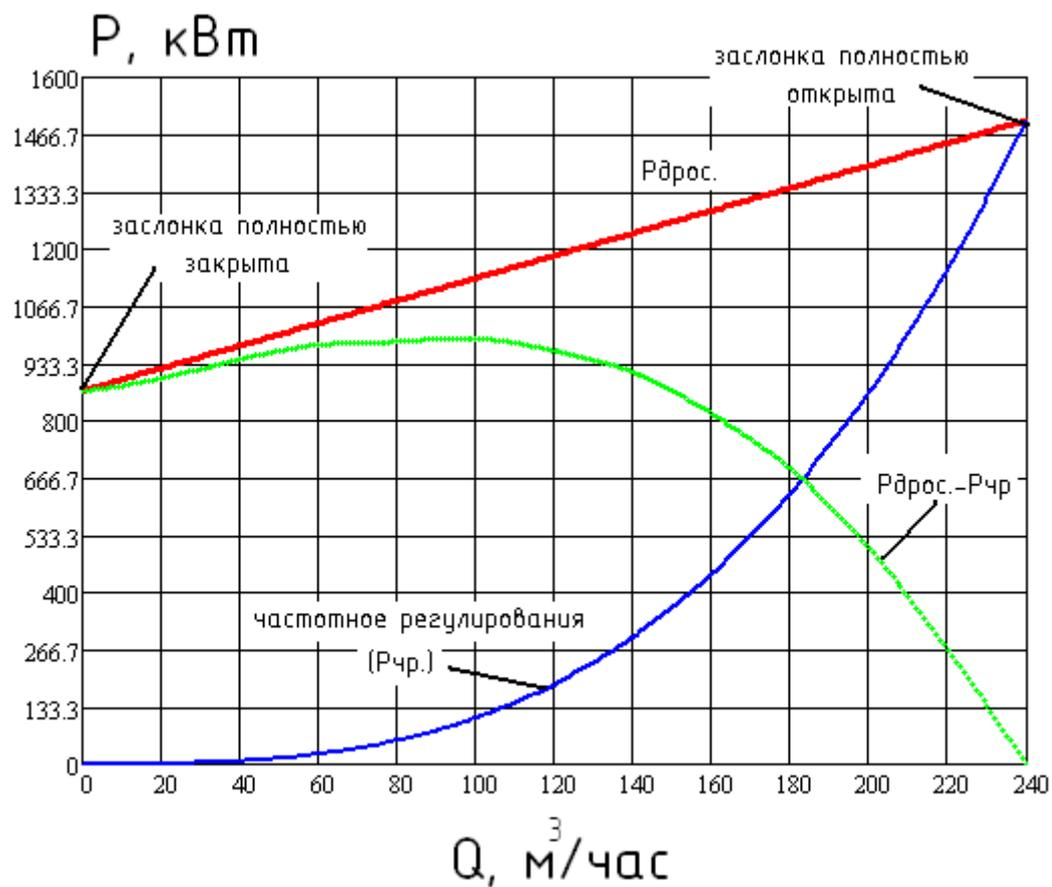
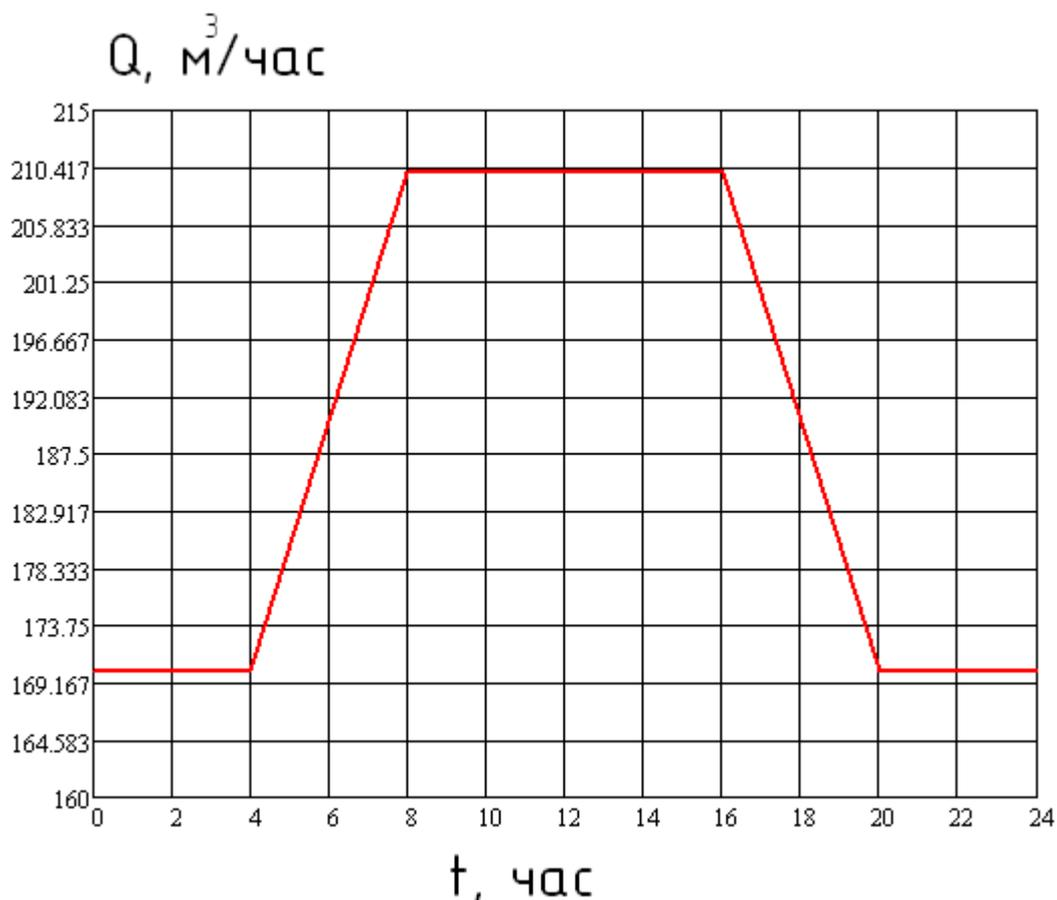

Рис. 5 Зависимость экономии потребляемой насосом из электросети мощности
Рис.6 График зависимости суточной нагрузки насосного оборудования (типовой)
- Вследствие отсутствия точных данных загруженности насосного оборудования для расчета был принят типовой график, приведенный на рис.6;
Графики зависимости потребляемой насосом мощности от производительности при различных способах регулирования, а также график экономии мощности при частотном регулировании представлены на рис. 5.
Расчет экономической эффективности основан на определении разницы между величинами потребления электроэнергии при регулировании напора насоса путем дросселирования напорной задвижкой и при регулировании с помощью ТПЧ (см. рис. 5).
Для каждого ранее определенного периода работы  $i$ , в котором определена приблизительно постоянная нагрузка насоса  $Q_i$ , рассчитываются экономия мощности  $DP_i = R_{дрос} i - R_{тпч} i$ . Величины  $R_{дрос} i$  и  $R_{тпч} i$  выбираются по рис.5 или рассчитываются по формулам (6) и (7). Величина расхода  $Q_i$  берется из графика нагрузки (рис. 6).